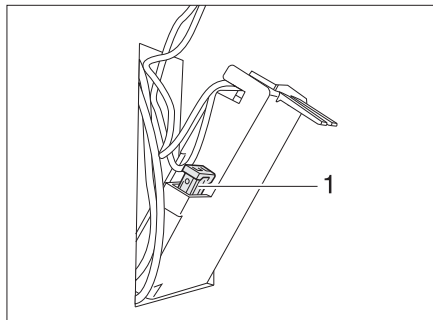

Fig. 293 Fusibile della toilette Thetford
- Sostituire il fusibile (Fig. 293,1).